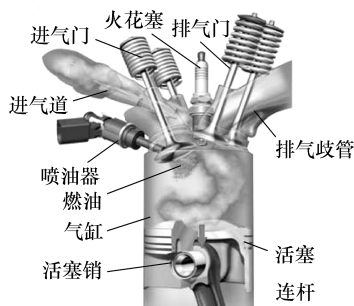

图 1-14 空气呈旋转状态进入气缸
2) 喷油过程。喷油始点是在进气行程进行, 喷油在点火上止点前 300° 时喷入 (进气行程) 如图 1-14 所示。